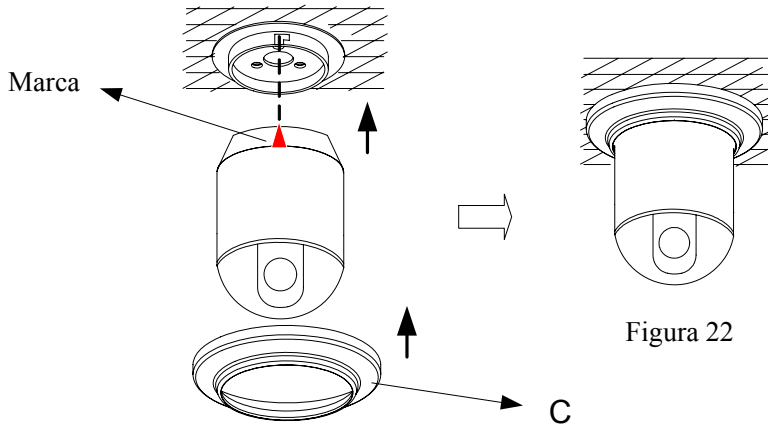

Figura 21
- 3) Fijese en la marca del cuerpo del domo y ajústela con la plataforma, empuje el cuerpo hacia arriba hasta el final y gire en sentido horario hasta oír un clic. (como se muestra en la figura 21)
- 4) Ponga la cúpula, girando en sentido horario hasta que se apriete (Figura 21).